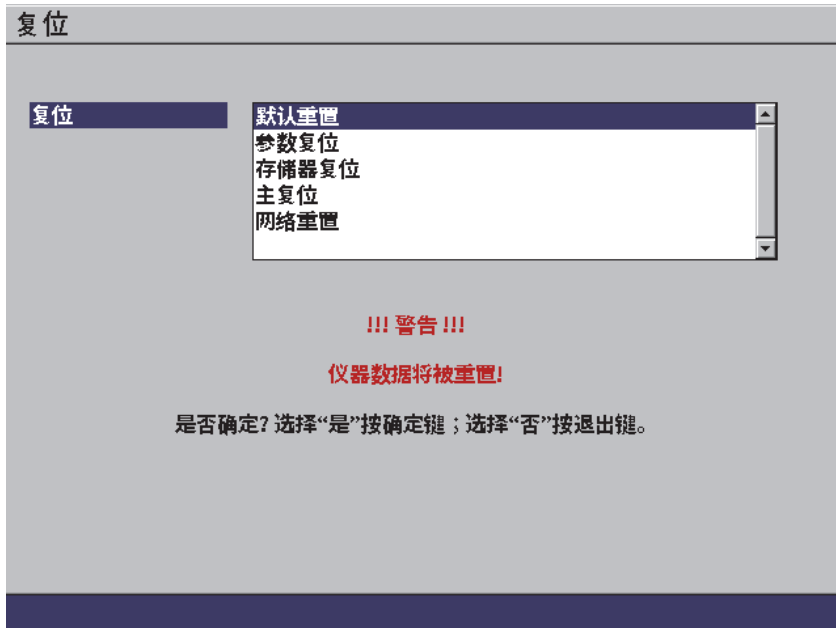

图 5-13 复位设置页
复位设置页用于将某些系统参数复位为厂家默认的参数值（参见第 71 页的图 5-13）。在复位之前，屏幕上会出现一则警告通知用户，与所选参数相关的数据将被复位（清除）。
- ◆ 选择**复位**图标（），打开**复位**设置页（参见第 71 页的图 5-13）。